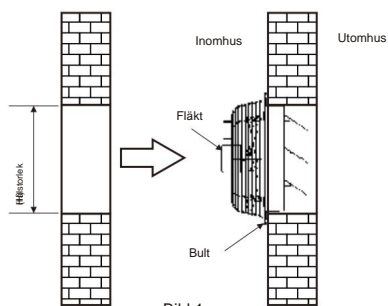

Bild 1
2. Fäst fläkten på väggen med bulten.(Bild 1)